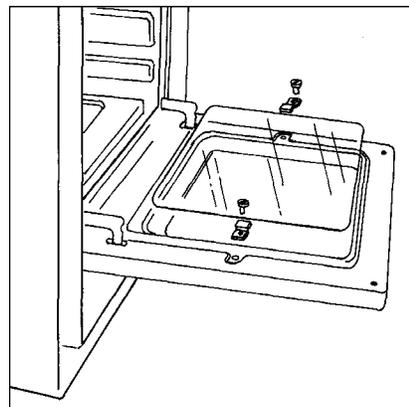

fig.8
Le verre interne peut aisément être retiré pour le nettoyage. Pour cela, retirez les 2 vis de fixation (fig. 8).
- tournez les deux pièces de blocage sur les bras des charnières complètement vers le haut (fig. 8).